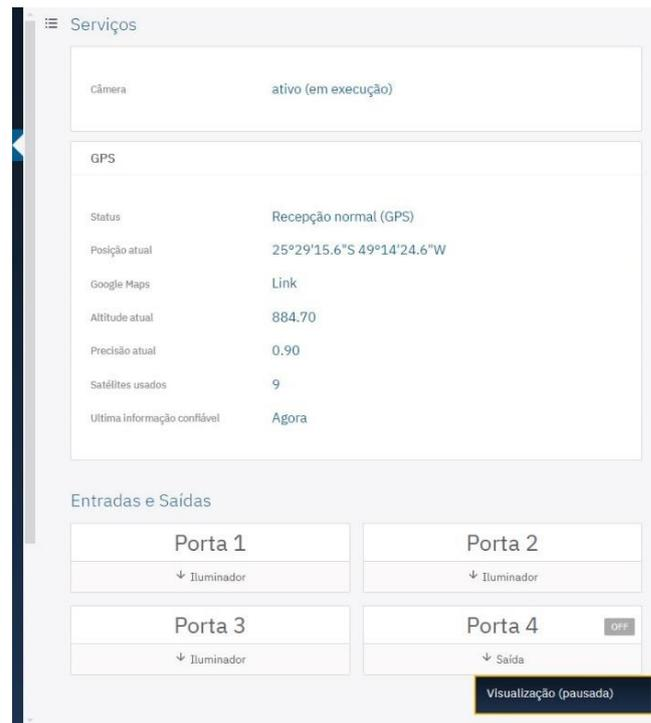

Figura 7: Dados disponíveis sobre el Estado Actual de los Servicios de Cámara y GPS y las conexiones de puertos*
* Cuando el dispositivo puede establecer comunicación con una red GPS, la información principal de Geolocalización se presenta como en la Figura 7 arriba.